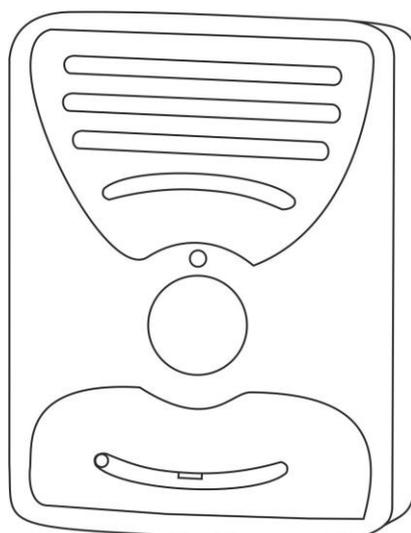

Рисунок 5.8. Абонентское устройство громкой связи GC-2001P4
2. Абонентское устройство громкой связи GC-2001P4 (рис.5.8).